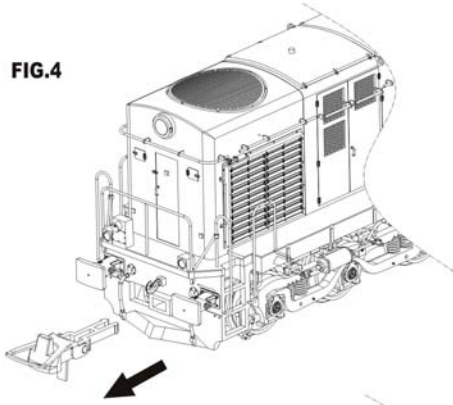

FIG.5
- 2- Tire suavemente de las barandillas de ambos lados para desengancharlas de las escaleras. (Fig. 5)